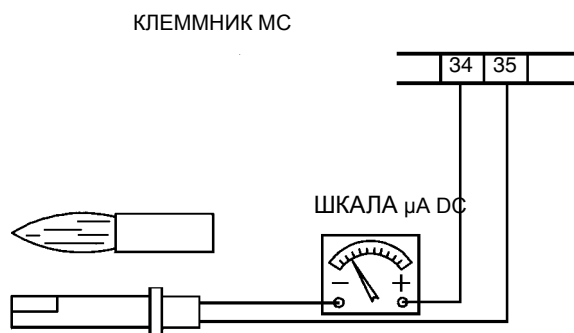

Рис. 26
- Проверить и тщательно почистить фоторезистор улавливания пламени, если необходимо заменить его. В случае возникновения сомнения, проверить контур улавливания пламени после установки на место горелки и ввода ее в действие, следуя схеме на Рис. 26;